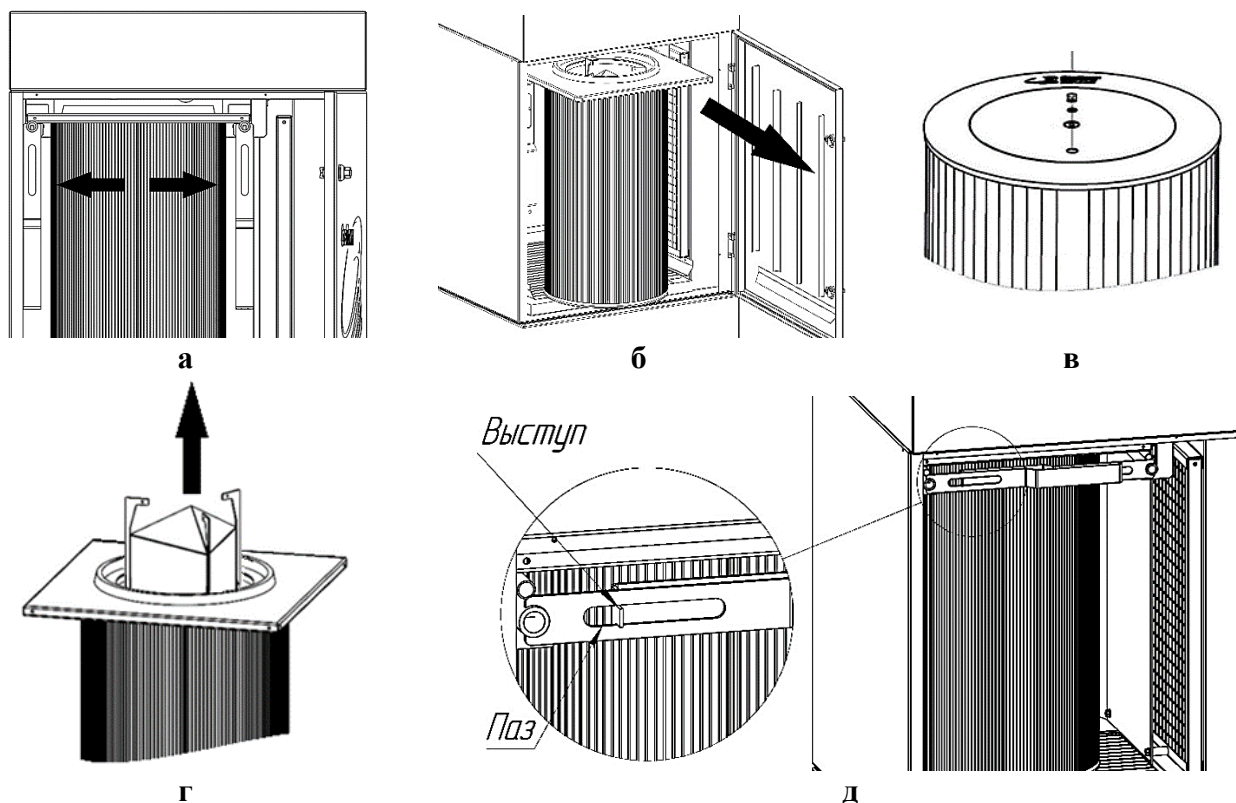

Рисунок 9 — Замена картриджа
- 2) перевести рычаги крепления картриджа в положение «открыто» (рисунок 9а). Для этого выступы на рычагах вывести из пазов, после чего рычаги повернуть вниз;
- 3) извлечь картридж из фильтровальной камеры (рисунок 9б);
- 4) на нижней крышке картриджа отвернуть гайку М8, снять её вместе с шайбами и извлечь вставку-обтекатель (рисунок 9в, 9г);
- 8) перевести рычаги крепления в положение «закрыто» (рисунок 9д). Для этого рычаги повернуть в горизонтальное положение, а выступы завести в пазы до фиксации;